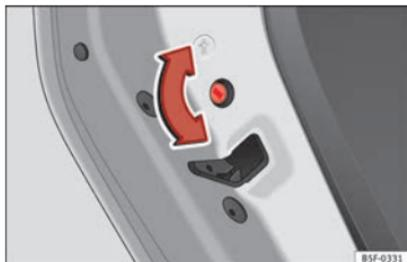

Fig. 134 Sicura per bambini della porta sinistra.
te a sinistra » **fig. 134** e in senso antiorario per le porte a destra.
- Con la porta aperta, girare con la chiave del veicolo la fessura in senso antiorario per le porte a sinistra » **fig. 134** e in senso orario per le porte a destra.